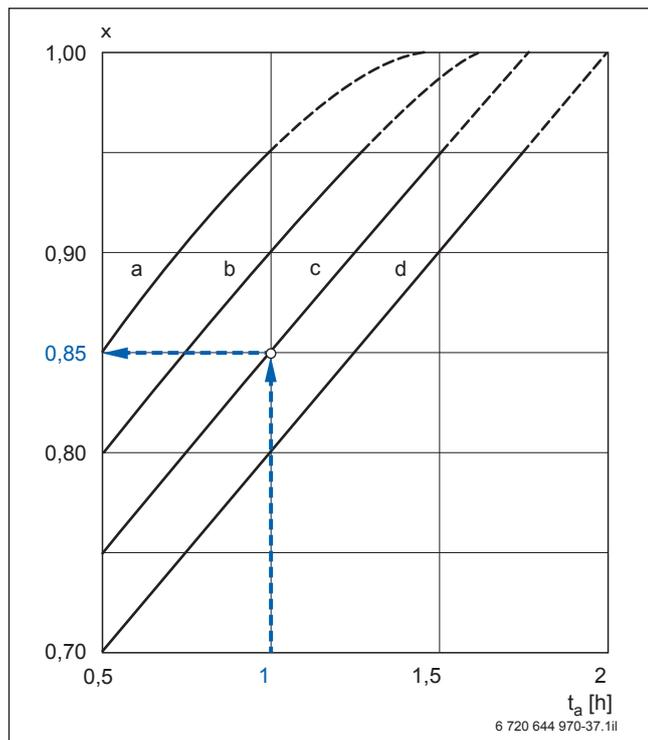

Bild 48 Übertragungs-Korrekturfaktor x; Beispiel blau hervorgehoben (Vorlage → Bild 127, Seite 146)
Das Bild 175 (→ Seite 170) zeigt den Übertragungs-Korrekturfaktor x in Abhängigkeit von der Aufheizzeit (Beispiel → Bild 48). Wenn die Rücklauf­temperatur höher als die Speichersolltemperatur ist, gilt die Kurve a (für 60 °C Speichersolltemperatur) oder Kurve b (für 45 °C Speichersolltemperatur). Wenn die Rücklauf­temperatur unter der Speichersolltemperatur liegt, gelten die Kurven c oder d entsprechend.
- Es gilt Kurve c (→ Bild 48): Übertragungs-Korrekturfaktor $x = 0,85$
Legende zu Bild 48: